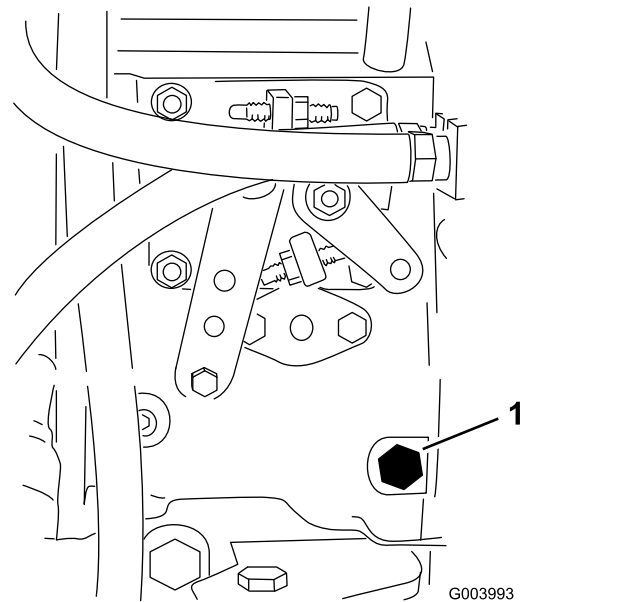

図 34
3. 燃料噴射ポンプ(図34)についているエア抜きネジを、12mmのレンチを使って開く。